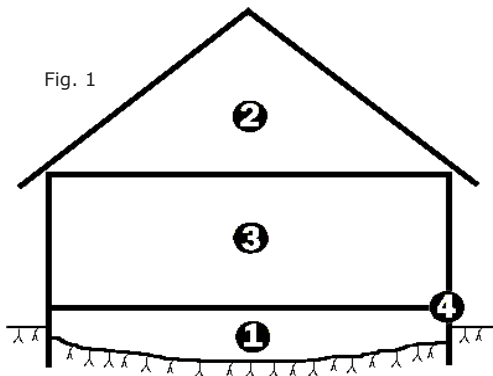

Fig. 1
**1.** För att störa skadedjuren maximalt och "låsa entrén" till huset gäller det **i första hand** att försöka montera apparaten i det första större öppna utrymme där skadedjuren har sin entréväg och boplatser. Det kan t.ex. vara kryppgrunden **1**, kallvinden **2** eller båda **1+2** (Fig. 1).
Denna **Topo Stop** modell skruvas fast i en bjälke enligt Fig. 1 **4**. Gnagarna får då ingen ro inuti bjälklag, väggar och andra dolda utrymmen på en byggnadsyta upp till ca 100 m2. **Topo Stop R100** ger med **Topo Stop E250** ett heltäckande skydd mot skadedjuren